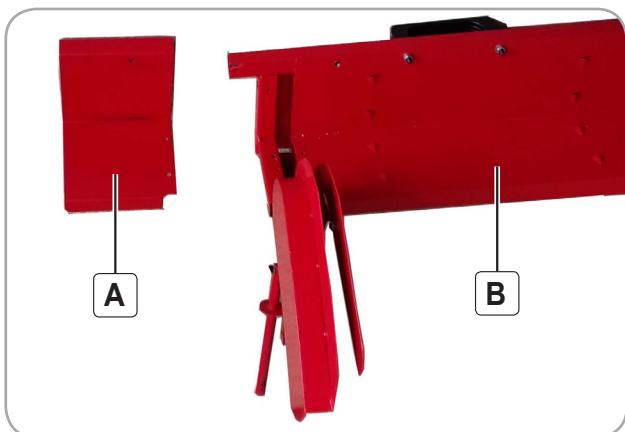

Fig.8
#### ■ Montarea extensiei mesei de lucru (Fig.8)
Montați Extensia mesei de lucru (A) cu Masa de lucru cu picioare (B) prin intermediul a 2 suruburi M6x12, cu 2 șaibe plate Ø6 (vezi Fig. 8).
#### ■ Montarea Picioarelor de sprijin cu masa de lucru cu Picioarele de sprijin cu motor(Fig.8)